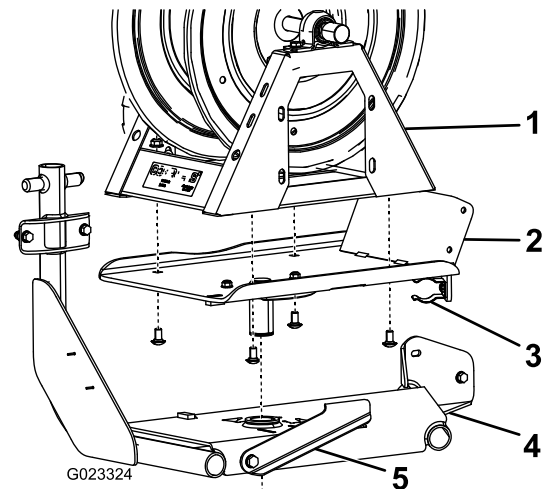

Bild 6
2. Befestigen Sie die Schwenkplatte mit vier Schlossschrauben und vier Bundmuttern (3/8") an der Unterseite der Schlauchtrommel (Bild 6).
3. Setzen Sie die Schwenkplatte in das Loch am Schlauchtrommelrahmen ein (Bild 6).